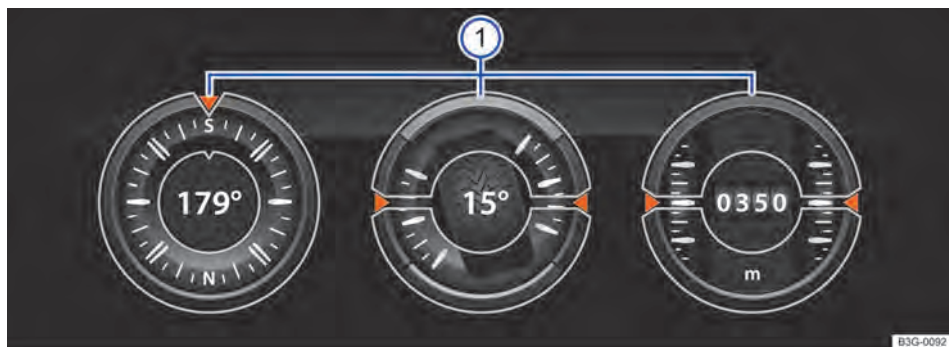

Fig. 193 No sistema Infotainment: indicação de Offroad.
O display pode exibir, no máximo, 3 instrumentos simultaneamente. Cada um dos instrumentos pode ser selecionado para cada uma das áreas de exibição → Fig. 193 ❶ (esquerda, central, direita).